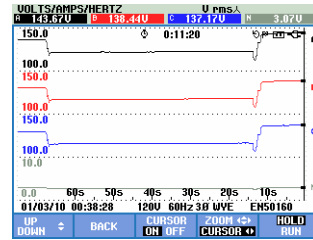

Рис. 22-5 Отображение трендов, курсор включен
- При помощи F2 и F3 можно включить Курсор (только в режиме Hold (приостановить)). При помощи клавиш со стрелками влево/вправо переместите курсор горизонтально вдоль трендов. Значение трендов на Курсоре отображается в заголовке экрана, как показано на Рис. 22.5. Перемещение Курсора через левый или правый край экрана перемещает тренд влево или вправо.